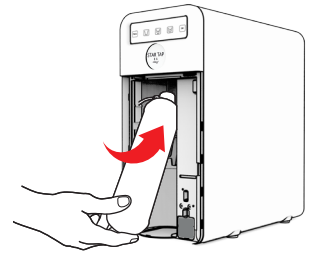

Fig. 7-14
26.5 - Inserire la bombola del gas CO₂ **verticale con la valvola rivolta verso l'alto** assemblata con il riduttore già regolato, nel vano interno dell'apparecchio, vedi Fig. 7-14.